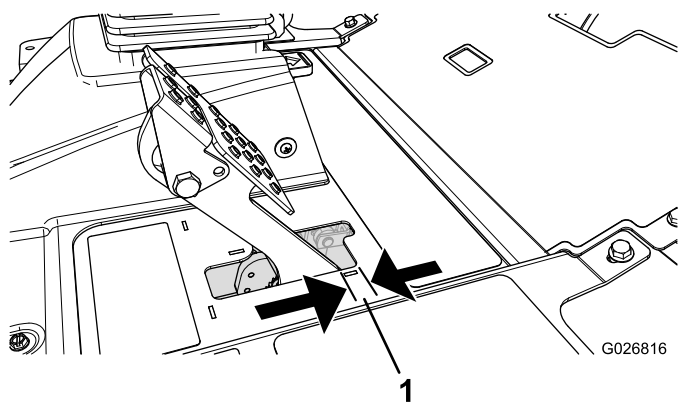

图 97
当刹车踏板的自由行程图 97 超过 2.5cm 时或需要施加更大保持力时应调节刹车。自由行程是您感到刹车阻力之前刹车踏板移动的距离。
2. 紧固后螺母向后移动拉线直到刹车踏板的自由行程图 97 达到 0.63 12.7mm 然后锁定车轮。